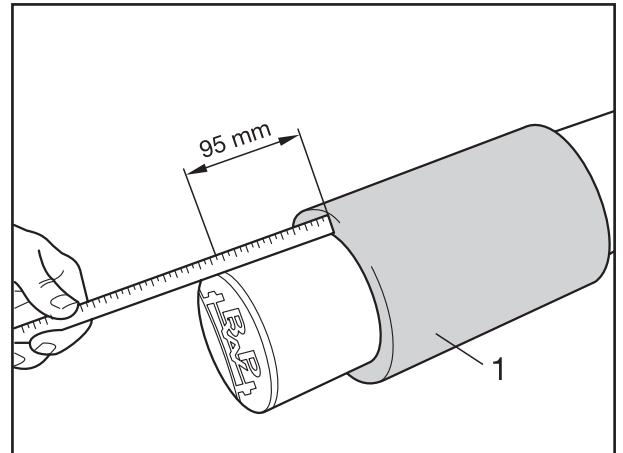

Fig. 4
- [9] Gummibuchse (Fig. 4/1) - bei Baureihe GW - auf den Stützachskörper schieben.
- [9] Push a rubber bushing (Fig. 4/1) - on series GW - onto the axle beam.
- [9] Pour la série GW faire glisser la douille en caoutchouc (fig. 4/1) sur le balancier.